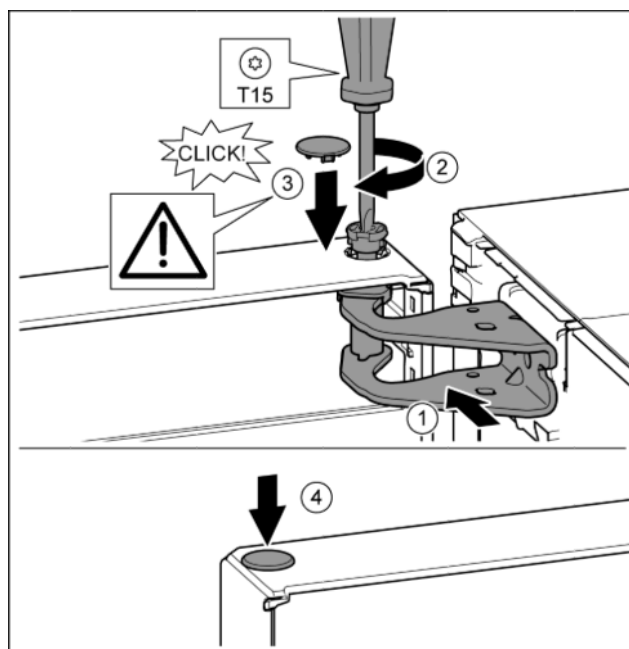

Fig. 16
- ▶ Deur boven uitlijnen op de opening in de lagerbus. Fig. 16 (1)
- ▶ Bouten aanbrengen en met schroevendraaier T15 vastschroeven. Fig. 16 (2)
- ▶ Veiligheidsafdekking voor de veiligheid van de deur monteren: Veiligheidsafdekking aanbrengen en controleren of deze op de deur rust. Anders bout volledig aanbrengen. Fig. 16 (3)
- ▶ Stop aanbrengen. Fig. 16 (4)